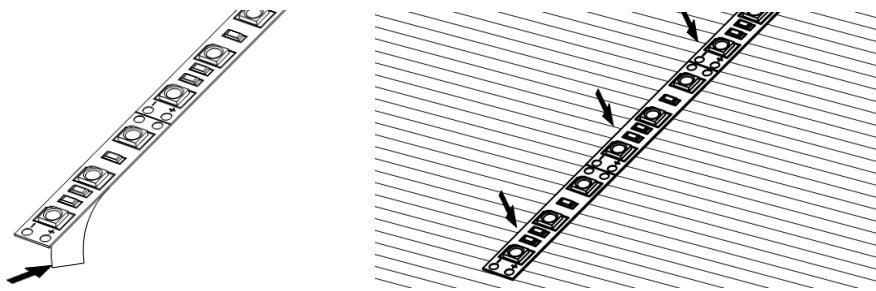

Рисунок 8.
5.12. Подготовьте необходимый отрезок ленты. Удалите защитную пленку с поверхности клейкой ленты. Прикрепите ее на место установки. Проклейка ленты должна быть равномерной (см. Рисунок 8).